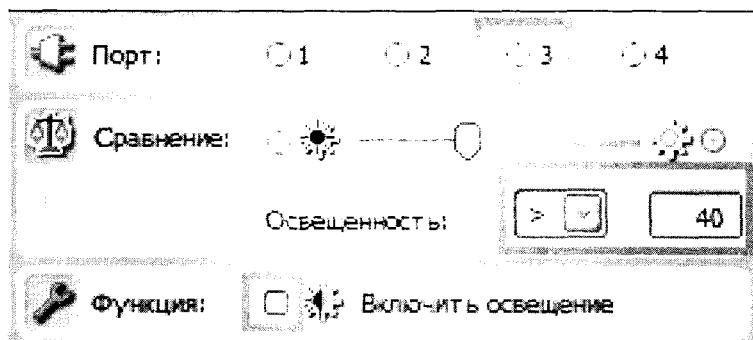

Рис. 123. Настройки условий выбора
4. Выставьте необходимые настройки (рис. 123).